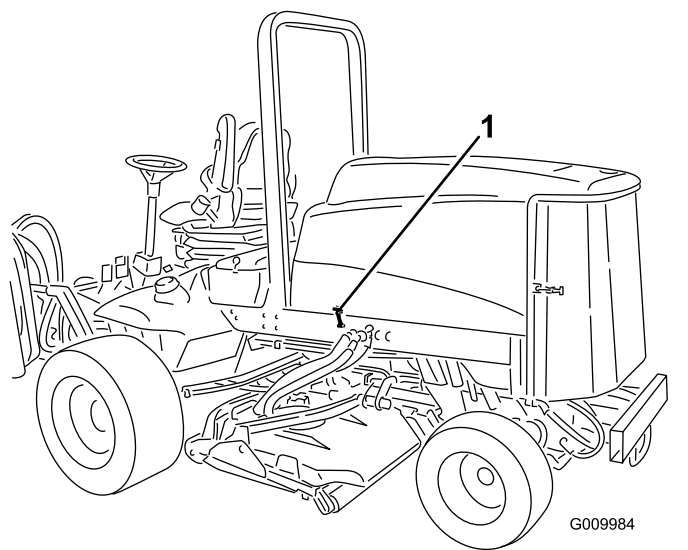

図 3
1. フードラッチブラケットからフードラッチを外す 図 3。